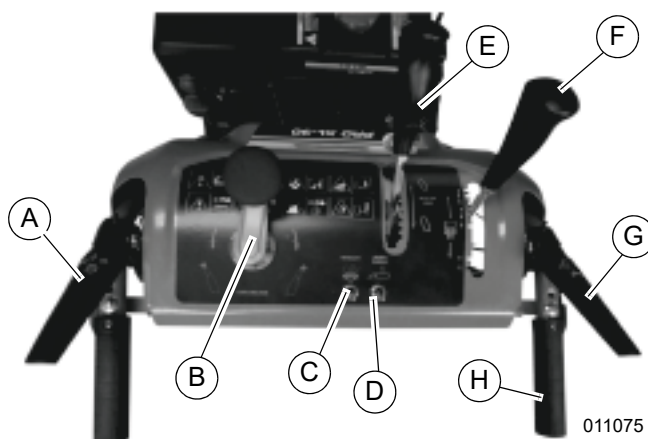

Figura 3-5. Controles
3. Consulte la Figura 3-5. Ajuste el selector de marcha (F) en la marcha deseada. Consulte Selección de marcha.
5. Presione la palanca de la barrena (G) hacia abajo hacia el manillar (H) para arrancar la barrena del soplador de nieve.
6. Apriete suavemente la palanca de control de accionamiento (A) para accionar las ruedas.
Consulte la Figura 3-5. El selector de marcha permite seleccionar:
1. Consulte la Figura 3-5. Ajuste la palanca de control de altura del conducto de descarga (E) hacia adelante para bajar el deflector del conducto de descarga para soplar la nieve distancias más cortas.
1. Consulte la **Figura 3-5**. Ajuste el interruptor de los agarres calentados (D) en ON (ENCENDIDO) para encender los agarres calentados.
1. Consulte la **Figura 3-5**. Ajuste el interruptor de la luz frontal LED (C) en ON para encender la luz frontal LED.